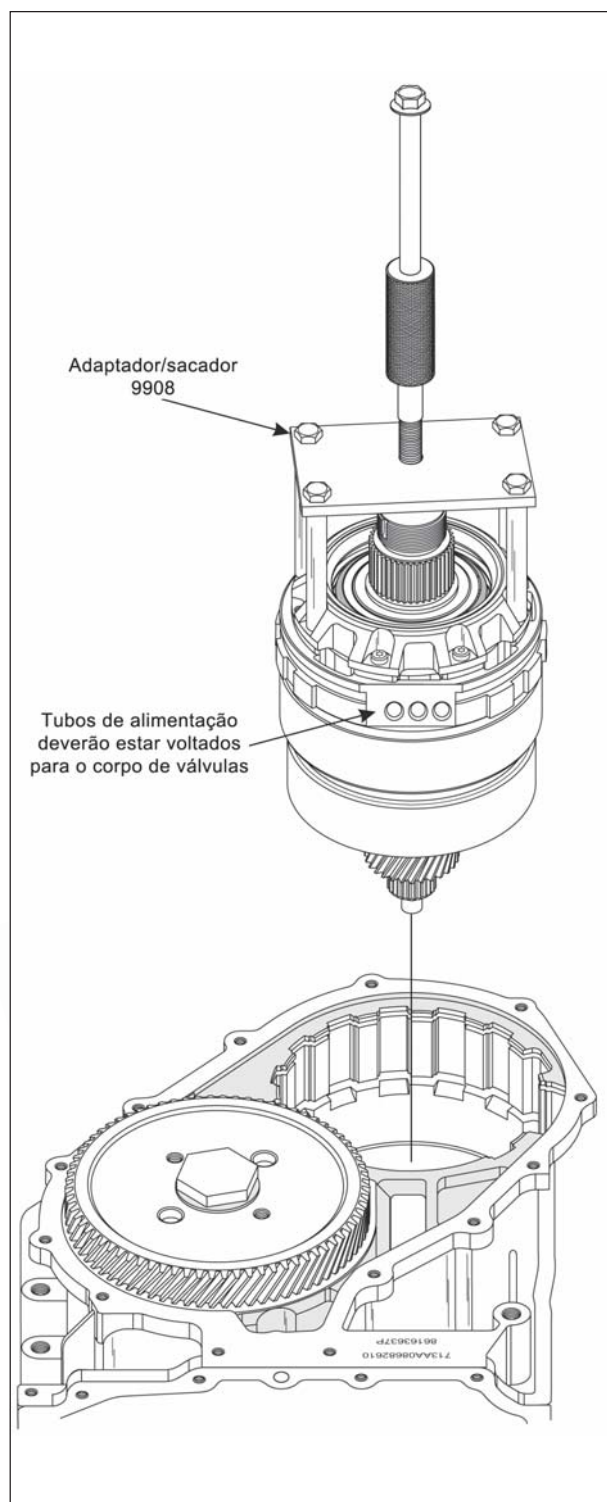

Figura 232
9. Instale o conjunto finalizado composto utilizando a ferramenta adaptadora/sacador 9908, conforme mostra a figura 232.